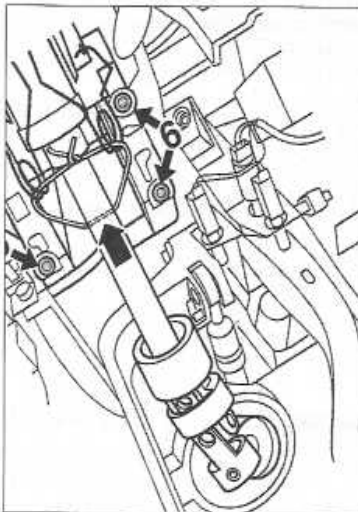

Figure 5-3
Briquer la colonne de direction de manière à éviter tout débâtement (figure 5-3).
- Rétracter ou étirer la colonne jusqu'à pouvoir introduire un fil de fer, dans l'orifice du fourreau de la colonne pour brider celle-ci (voir figure 5-3).
- Déposer les fixations supérieures (6) de la colonne sur la traverse de planche de bord (figure 5-3).